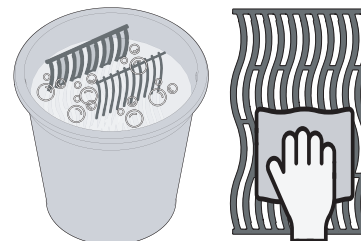

Fig. 3
- Vask risterne i hånden med vand og mild opvaskesæbe for at fjerne eventuelle rester fra fremstillingsprocessen. Vask IKKE i opvaskemaskine. (Fig. 3)